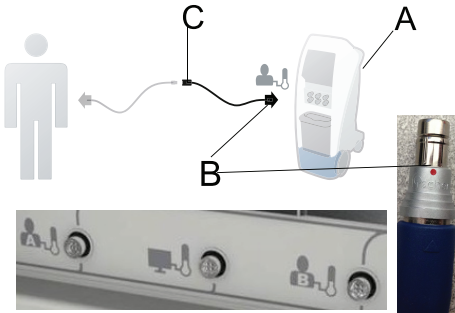

Figura 7 –
- Allineare il puntino rosso sul **cavo adattatore riutilizzabile** (B) alla porta A o B della sonda del paziente sul termoregolatore (A) (Figura 7).